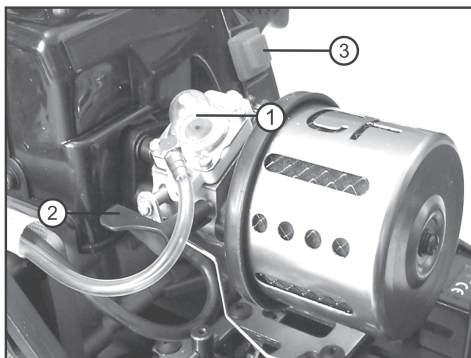

Figure 4
Pour le démarrage, le carburateur dispose d'une pompe manuelle à l'aide de laquelle le carburant est refoulé dans le carburateur. Cette pompe manuelle se compose d'une calotte en caoutchouc transparente (figure 4, n° 1), qui sert en même temps de verre de regard pour le contrôle visuel de l'alimentation en carburant vers le carburateur.
- Fermez l'étrangleur (voir figure 4, n° 2) en déplaçant le levier vers le bas.
La figure 4, n° 3, montre également le bouton-poussoir « Arrêt moteur ».
- Lorsque le véhicule est immobile, actionnez le bouton-poussoir rouge sur le bloc-moteur au-dessus du démarreur par câble (voir également figure 4, n° 3) et éteignez ainsi le moteur.